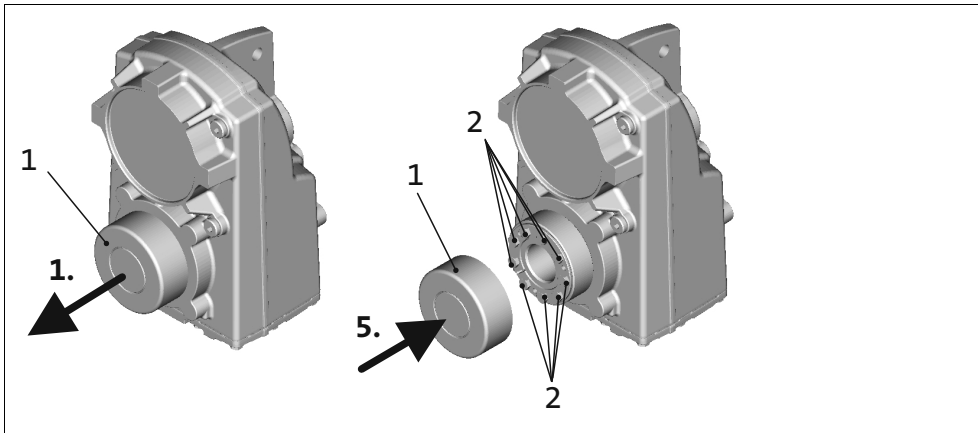

Abb. 13 Schrumpfscheiben abdeckung
8. Schutzkappe (1, Abb. 13) auf die Schrumpfscheibe schieben.